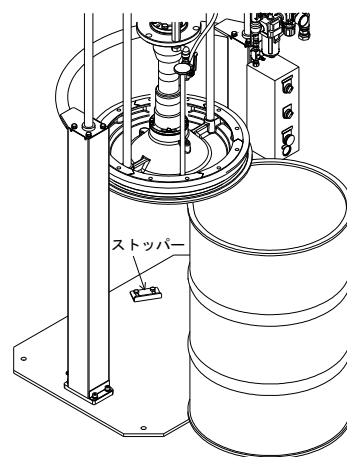

Fig.7
5. ドラム缶をインダクタープレートの真下になるようにベースのストッパーに合わせてセットしてください。(Fig.7)
6. コントロールボックスの切換スイッチを『下降』にし、インダクタープレートの底が、ドラム缶のフチに接近したら切換スイッチを『停止』にしてください。ドラム缶の位置がインダクタープレートの中心と合わない場合は、ストッパーの位置を修正してください。(Fig.7)